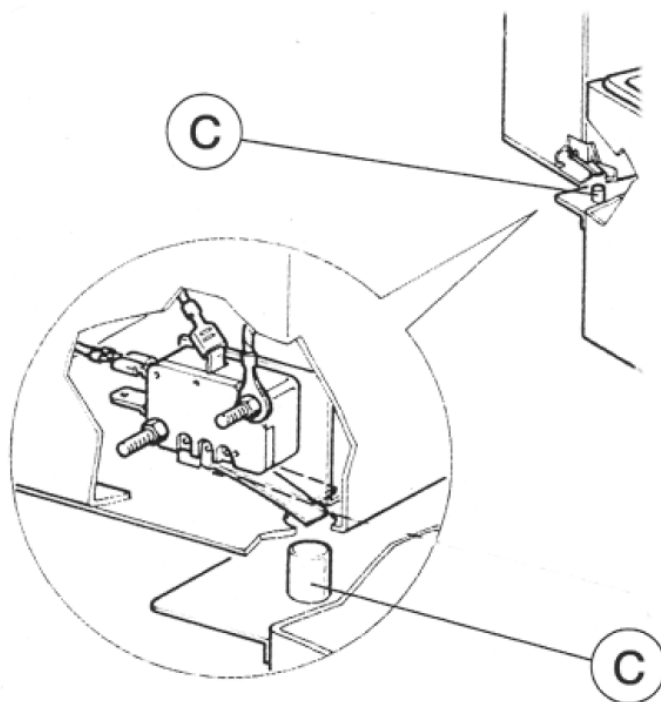

Fig. 2
Posizionare correttamente la testa estraibile della macchina. Il perno deve essere ben inserito nella testata in modo da premere il micro-interruttore posto al suo interno (Fig.2, C).
Placer dans la bonne position la tête amovible de l'appareil. Le pin doit être bien rentré dans la tête afin d'appuyer sur le micro-interrupteur de fonctionnement placé à l'intérieur (C figure 2).
- che il perno (fig.2, C) sia ben inserito come nel punto 2.3;
- Que le pin (fig.2,C) soit bien rentré dans la tête comme expliqué au point 2.3 ;